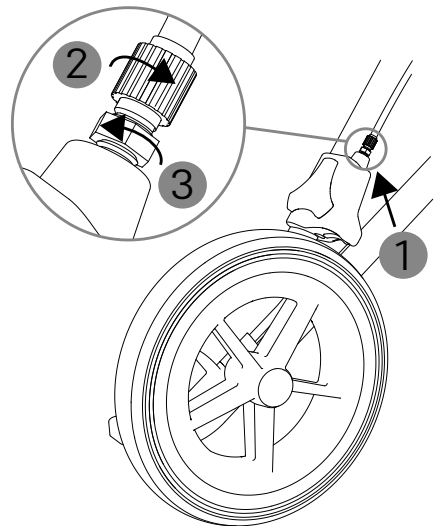

Abb. 7
1. An den Bremsen der Hinterräder finden Sie die Einstellschrauben für die Bowdenzüge (1, Abb. 7).
2. Durch Herausdrehen (gegen den Uhrzeigersinn) erhöhen Sie die Spannung und verringern den Betätigungsweg des Bremshebels (2, Abb. 7).
3. Die Schraube ist mit einer Mutter gekontert. Um ein selbständiges Lockern der Bremszüge zu vermeiden, müssen Sie nach erfolgter Justierung die Kontermutter im Uhrzeigersinn wieder fest anziehen (3, Abb. 7).